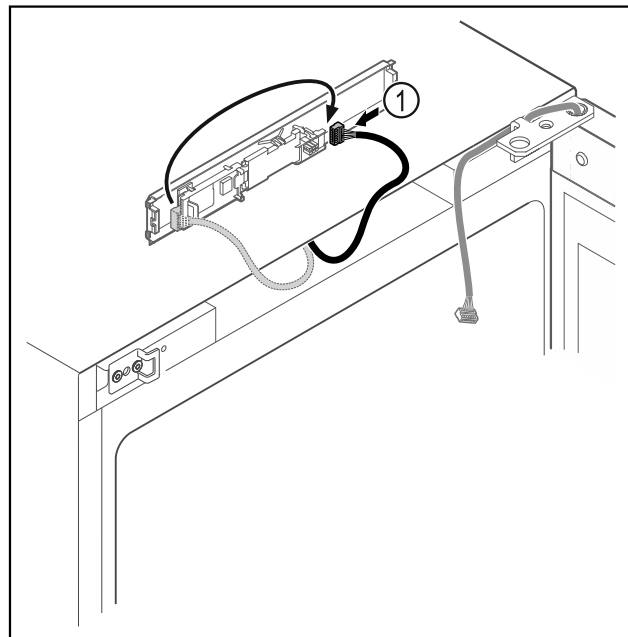

Fig. 21
- ▶ Scambiare la posizione del connettore Fig. 21 (1) sulla scheda.